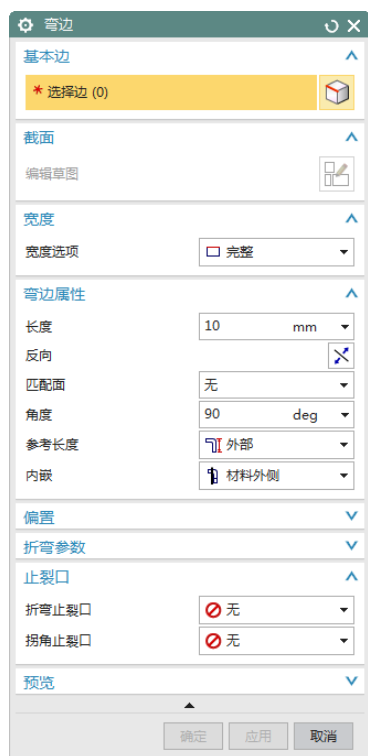

图 11-118 “弯边”对话框
(1) 选择“菜单(M)”→“插入(S)”→“折弯(N)”→“弯边(F)...”，或单击“主页”选项卡“折弯”面组上“弯边”按钮，打开如图 11-118 所示“弯边”对话框。
(2) 设置“宽度选项”为“完整”，“长度”为 10，“角度”为 90，“参考长度”为“外部”，“内嵌”为“材料外侧”，在“拐角止裂口”和“折弯止裂口”下拉列表框中选择“无”。